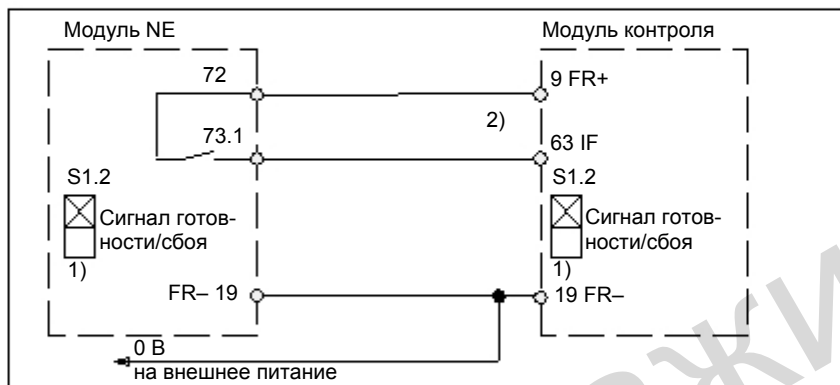

Рис. 9-6 Отключение разрешения импульсов без задержки
- Мгновенное отключение разрешения импульсов —> см. рис. 9-6